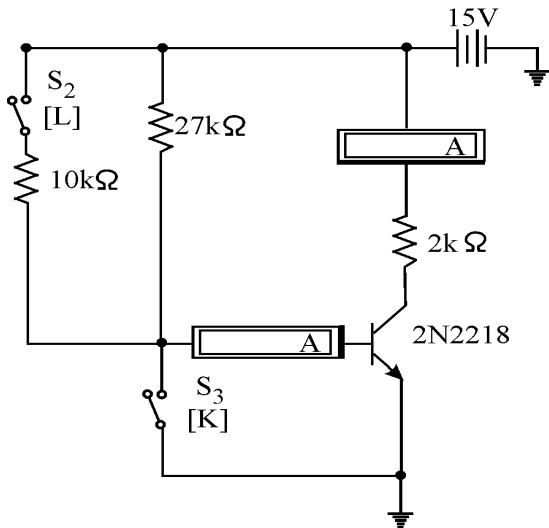

Рис.1.9. Транзисторный ключ
2.1. Соберите схему транзисторного ключа (рис.1.9).